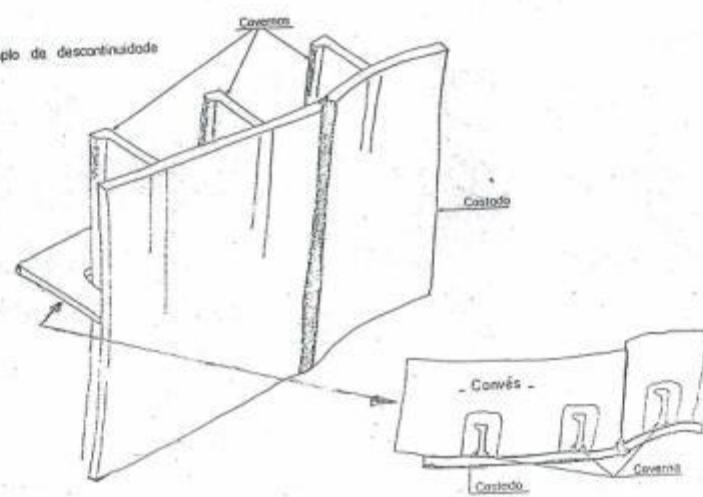

Fig. 7
- e) Descontinuidade - Fig. 7
- p) A não concordância em sua forma ____ Fig.7